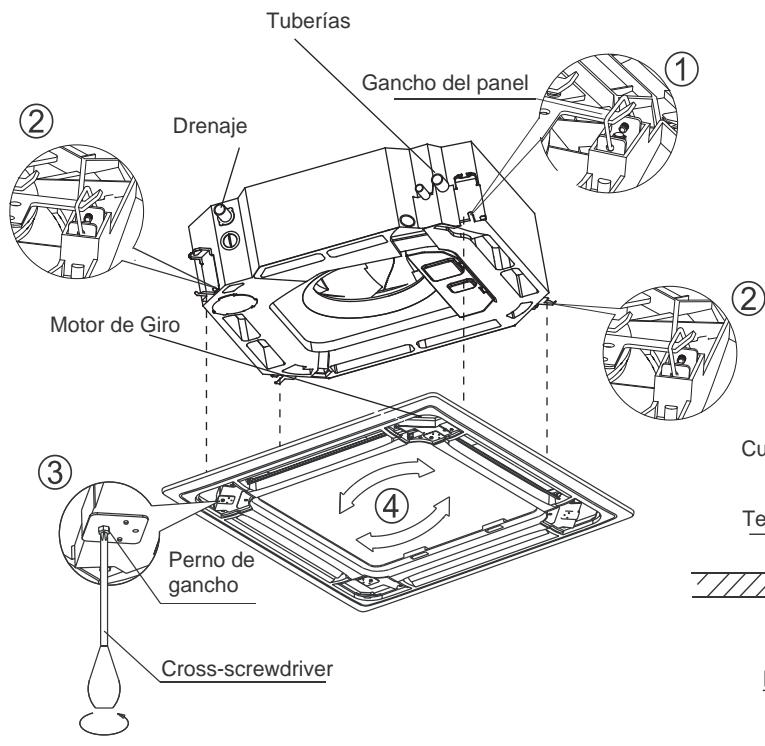

Fig.26
- Alinee apropiadamente el motor de giro en el panel a las uniones de tubería del cuerpo. (Fig.26)